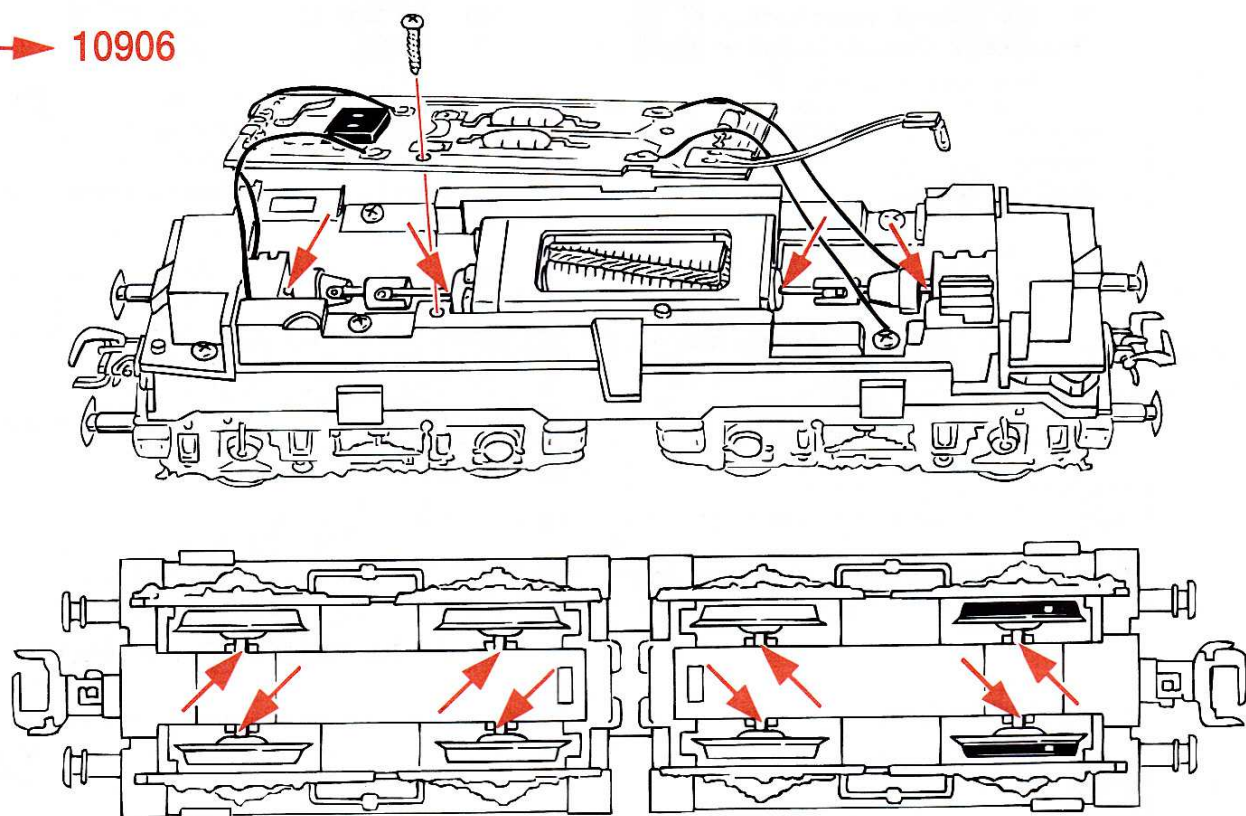
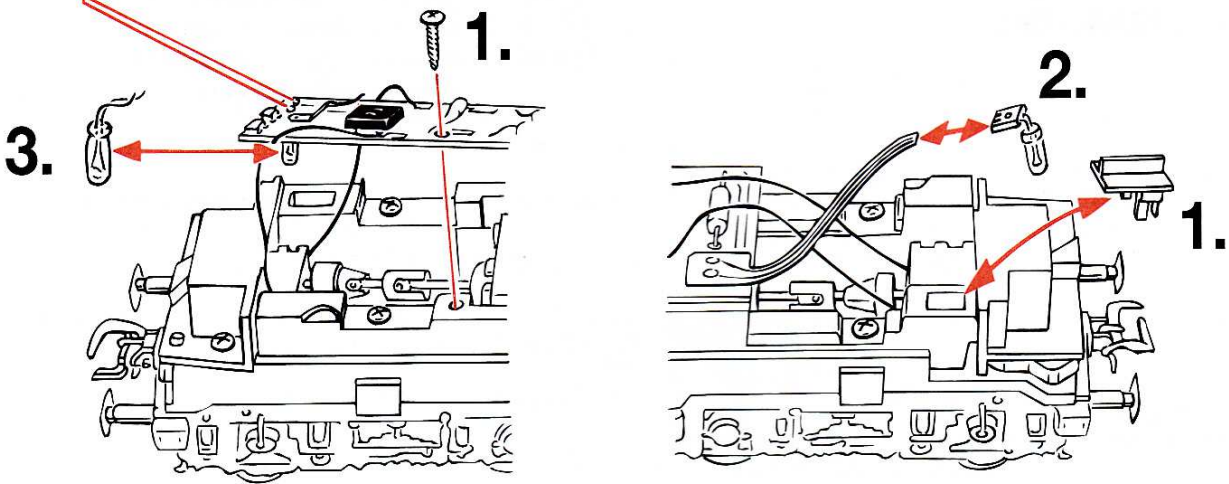

Fig. 8
Fig. 10
4. Change of traction tyre: Remove **gear cover** (fig. 8) Take out **wheel set** and remove **traction tyre** using a pin or a fine screwdriver (fig. 10). When pressing on the new traction tyre please **avoid twisting** it.
4. Échange des bandages d'adhérence: Démontez d'abord le **couvercle du carter** des engrenages (fig. 8). Délogez ensuite les essieux bandagés et enlevez, à l'aide d'une aiguille ou d'un tourne-vis fin les bandages d'adhérence (fig. 10). Lors du montage des nouveaux bandages veuillez veiller à ce que les bandages **ne soient pas tordues**.